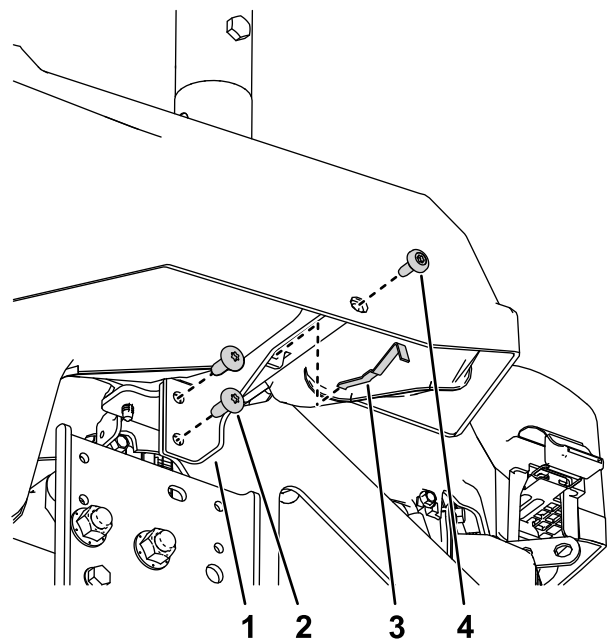

Figura 9
3. Montate la staffa sinistra del guscio sul telaio della macchina con 2 viti autofilettanti ($\frac{5}{16}$ " x $\frac{3}{4}$ ") e i componenti rimossi in 1 Preparazione della macchina \(pagina 3\) come mostrato nella Figura 9.